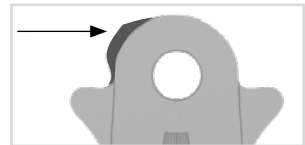

fig. 30
- 1 Lime el estribo de sistema a lo largo de la línea láser (fig. 30).
- 1 Lime el estribo de sistema de la **NEURO CLASSIC-SWING** a lo largo de la línea láser (fig. 30). En el estribo de sistema de la **NEURO SWING-CLASSIC**, puede limar completamente las partes salientes en las líneas láser verticales (fig. 32). Sin embargo, esto solo es para efectos visuales – la función también se da sin limar las partes salientes.